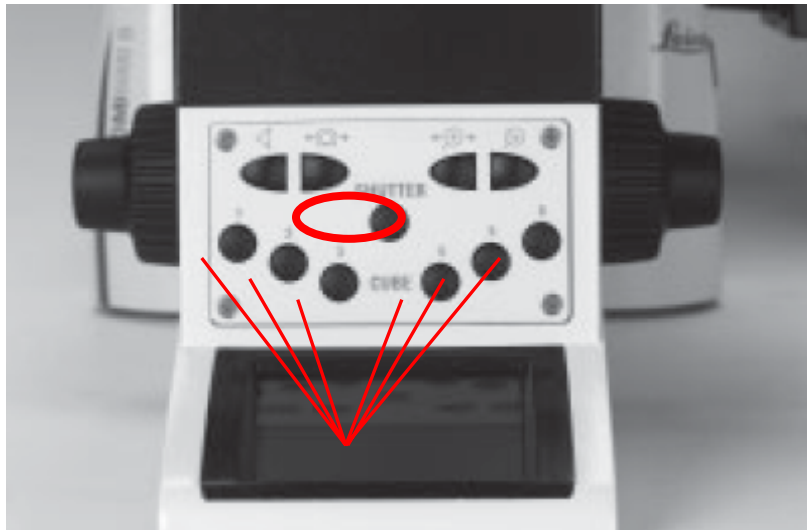

图 2-4 显微镜前面板（红线所示为荧光滤块选择按钮，红色椭圆所示为荧光 shutter 按钮）
3. 按“TL/IL”功能键转换至荧光观察方法，通过显微镜前面板的按钮选择合适的荧光滤块，进行样品的荧光观察。如图 2-4。
4. 观察完毕后，按显微镜前面板上的荧光“SHUTTER”键以保护样品。如图 2-4。